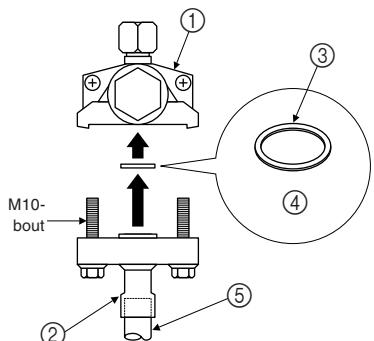

Fig. 5-2
- (3) Gebruik de volgende procedure voor het aansluiten van pijpen aan de gaszijde (Fig. 5-2)